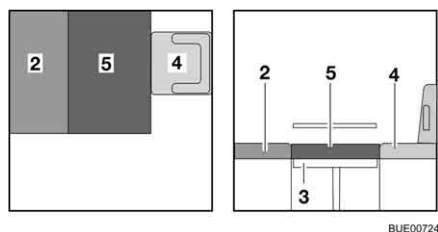

Fig. 122 Depois da transformação
- Coloque o estofa adicional (Fig. 122,5) sobre a mesa.
- Se necessário, volte a mover para trás o banco do condutor (Fig. 122,4).